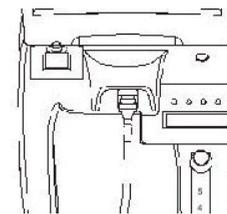

Figura 3
9.1.1. Para conectar o cateter nasal (Figura 3)